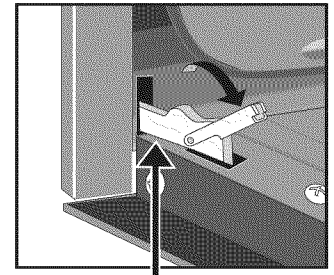

Figura 5
2. Tire de los bloqueos de ambas bisagras (izquierda y derecha) hacia abajo desde el marco del horno completamente hacia la puerta del horno (vea la Figura 5). Es posible que necesite una herramienta como un destornillador pequeño de cabeza plana.